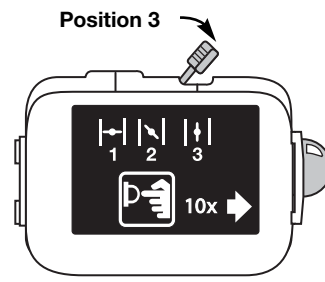

Fig. 10
10. Placez le levier d'étranglement en position 3 (Fig. 10). La machine est prête à être utilisée.